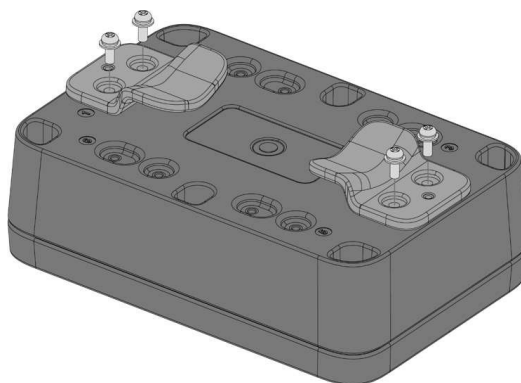

Abbildung 15: Befestigung der Mastbefestigung am Gehäuse
2. Befestigen Sie die mit dem Buchstaben A gekennzeichneten Stangenhalterungen mit vier (4) M3*8-mm-Kopfschrauben mit Unterlegscheibe am WisBlock Unify-Gehäuse. Platzieren Sie sie an den festen Positionen Nr. 1 und 4 des Gehäuses, wie in Abbildung 15 dargestellt.